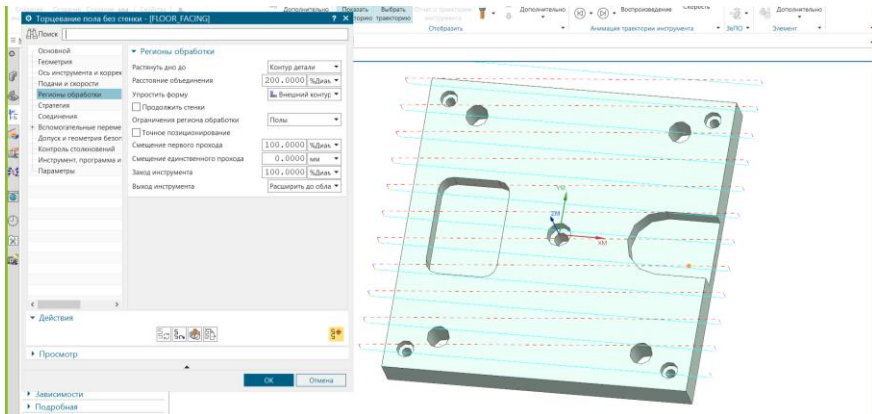

Рисунок 5 – Завдання параметру «Расширить до внешних линий»
5. Перевизначите межі грані. Включите параметр Ігнорувати отвори (соединения - тип перемещения - рабочая подача). Натисніть ОК і Генерувати в основному діалоговому вікні операції. Результат показаний на рис. 5.
оскільки паз не утворює окрему межу. За бажання проходи над пазом також можуть бути продовжені з використанням параметрів різання : Розширити до зовнішніх ліній деталі або Спростити форму (регионы обработки - растянуть дно – контур деталі) (рис. 5).